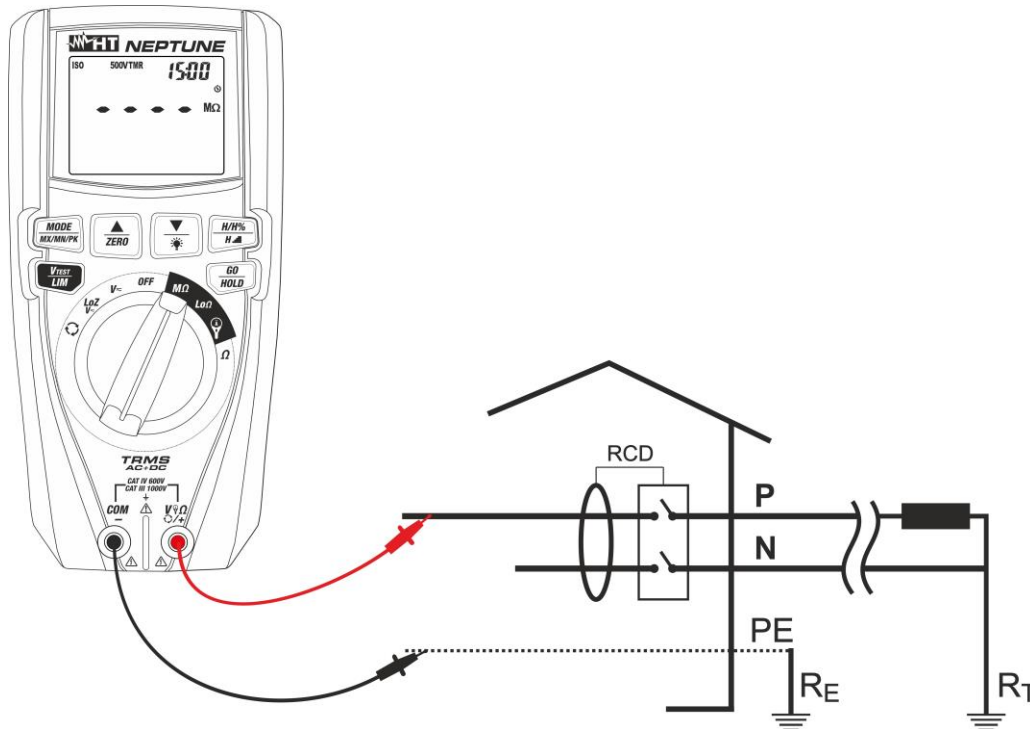

Fig. 19: Utilisation de l'instrument pour mesurer la résistance d'isolement en mode TMR
6. Introduire le câble rouge dans la borne d'entrée **V Ω /+** et le câble noir dans la borne d'entrée **COM/-** et les éventuelles bornes crocodiles et brancher l'instrument à l'installation objet du contrôle (voir Fig. 19)